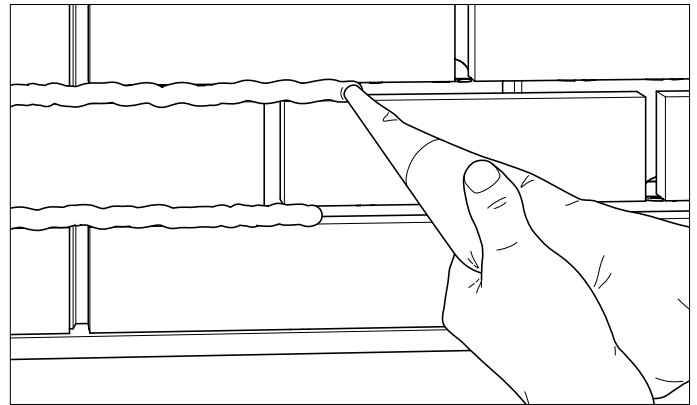

FIGURA 17
- Trabaje hacia arriba de forma piramidal. Coloque la bolsa o pistola en un ángulo horizontal de aproximadamente 45 grados con respecto a la pared y llene 4 o 5 pies lineales de la cama (horizontal) juntas primero. Apriete y gire la bolsa para obtener un flujo parejo y uniforme de mortero desde la punta de la bolsa. Ligeramente sobrellene las juntas (para que el mortero sobresalga) para contrarrestar la contracción por secado y asegurar juntas completas después del acabado final (vea Figura 17). Rellene las juntas de la cabeza (vertical) después de cada 3 o 4 juntas de la cama.